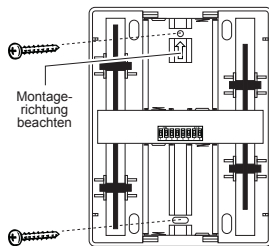

Abb.9
4. Nehmen Sie die Batterie wieder heraus. Montieren Sie den Gong am gewünschten Ort mittels beigefügter Schrauben (Abb.9). Wählen Sie den Ort so, dass er sich innerhalb der Reichweite des Funk-Klingeltasters befindet. Montieren Sie den Gong nicht in Feuchträumen (z.B. nicht im Badezimmer). Bitte achten Sie darauf, dass die Markierung im Gehäuse (Pfeil) nach oben zeigt. Andernfalls werden die Metall-Barren bei der Tonerzeugung behindert.